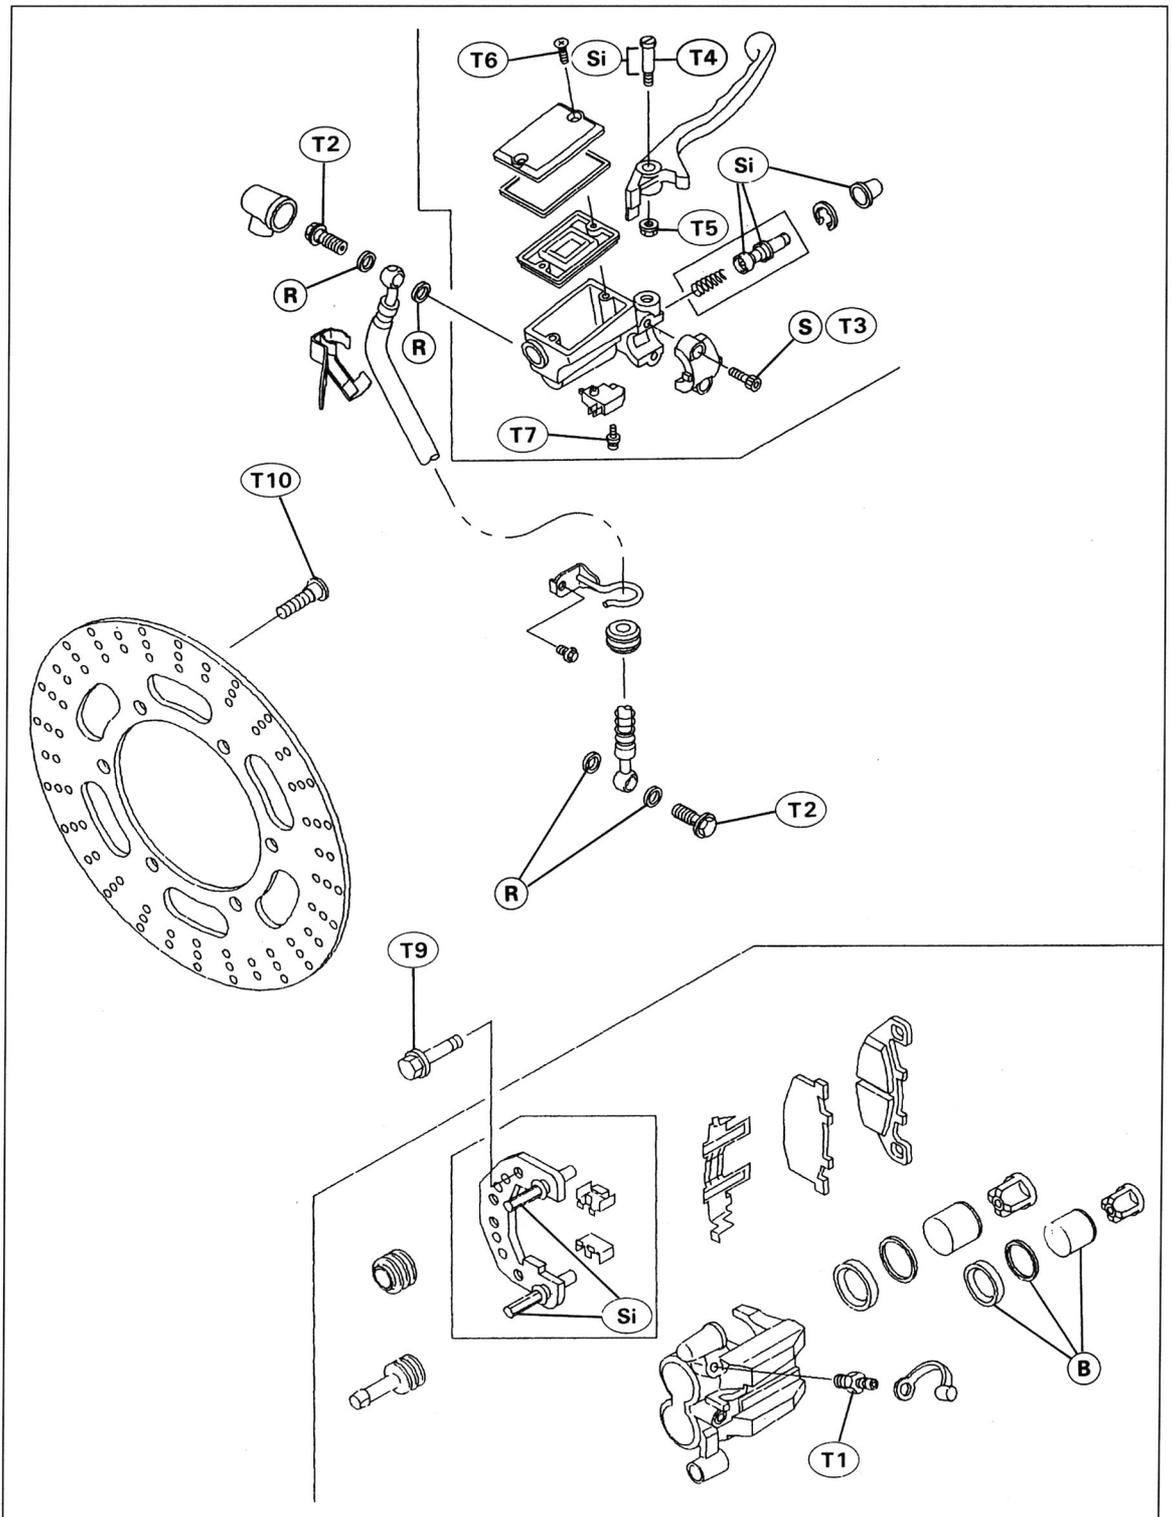

Bild 270
- Bremsbeläge aushebeln (Bild 270).